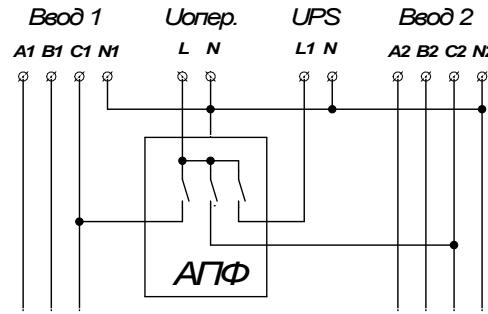

Рис.11 Схема получения оперативного питания с использованием АПФ и UPS
6.2.4. Схема получения оперативного питания с использованием автоматического переключателя фаз (АПФ) и UPS. Пример схемы изображен на рис. 11. Это наиболее надежное и эффективное решение.